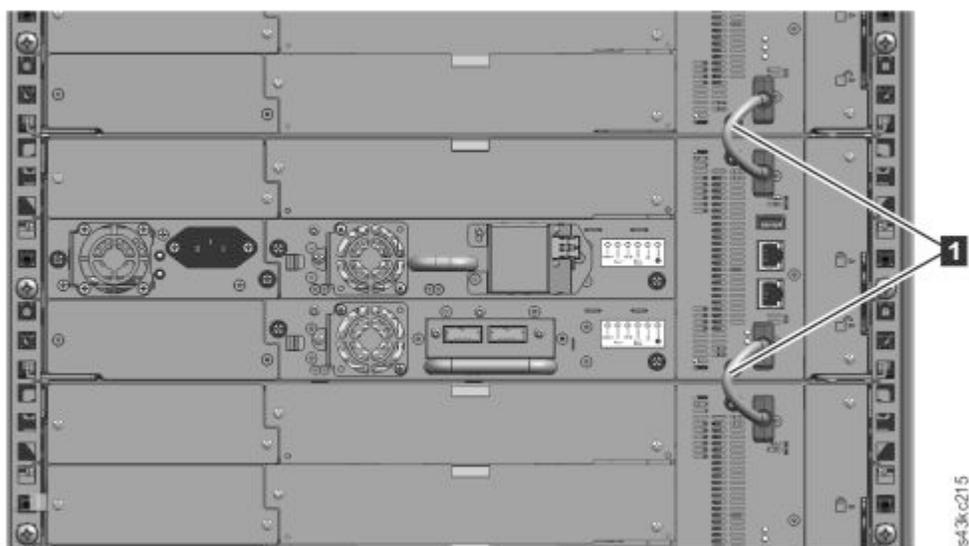

Abbildung 47. Verbundene Module
- Verbinden Sie an der Rückseite des Speicherarchivs die Module der einzelnen Paare mit dem benachbarten Modul. Verwenden Sie hierzu die Erweiterungsmodul-Verbindungskabel (**1**). Siehe Abb. 47 auf Seite 53.